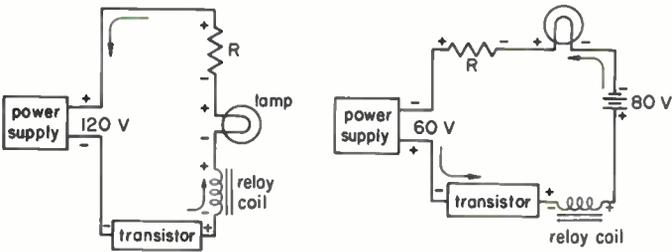

Fig. 45
7. See Fig. 45(a); see Fig. 45(b).